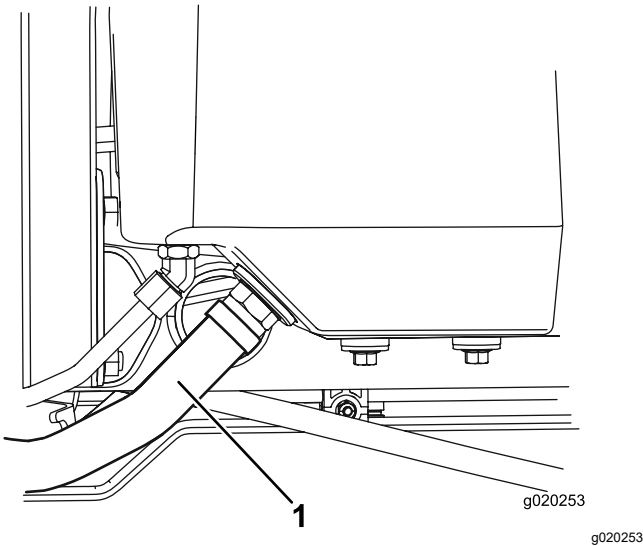

図 79
2. タンクから大きい油圧オイルホース 図 79 を外し、流れ出すオイルを容器に受ける。